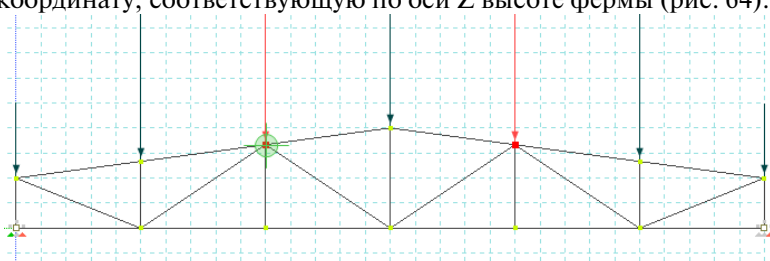

Рис. 64. Перемещение узлов по оси Z
- Используя команду **Перемещения (Правка — Переместить выделенное)** — использовать точки вставки), выделяем узлы верхнего пояса по обе стороны конька и кликаем левой кнопкой мыши на координату, соответствующую по оси Z высоте фермы (рис. 64).